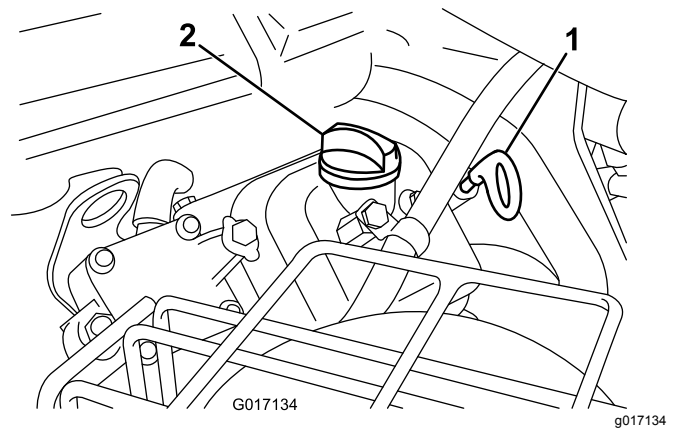

Figure 38
2. Retirez la jauge et essuyez-la sur un chiffon propre. Remettez la jauge dans le tube en l'enfonçant complètement (Figure 38).